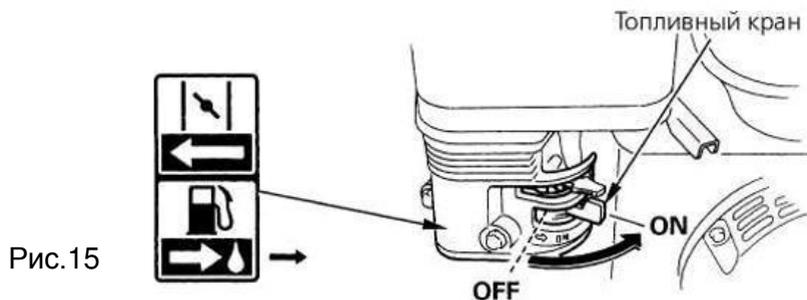

Рис.15
2. Поверните рычаг крана подачи топлива в положение **ON** (включено) (см. рис. 15).